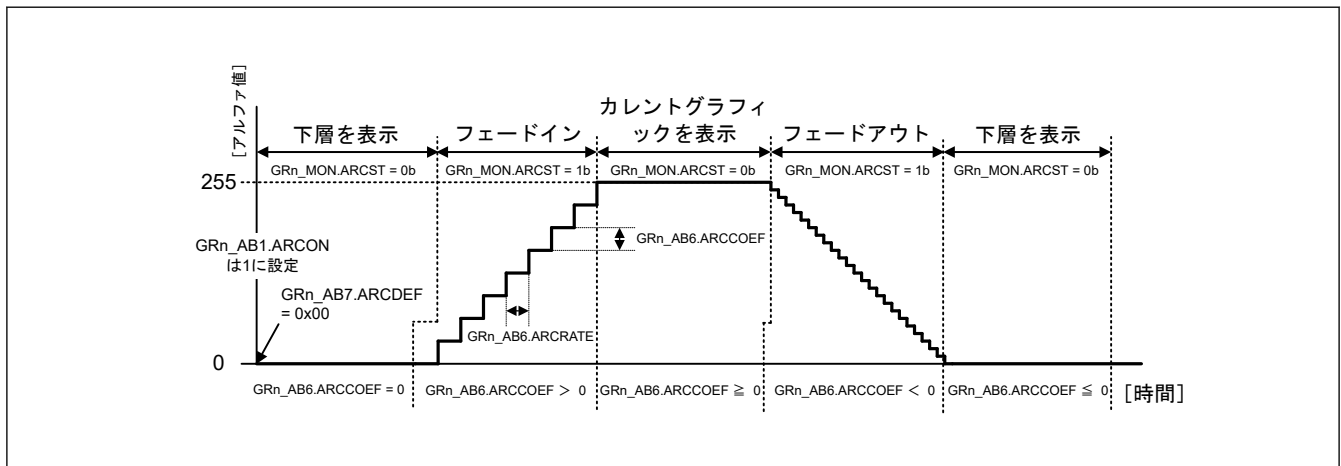

図 49.11 アルファ値の変化
矩形領域におけるアルファブレンドでは、GRn_AB7.ARCDEF[7:0]、GRn_AB6.ARCCOEF[8:0]、および GRn_AB6.ARCRATE[7:0] の設定によってカレントグラフィックのフェードインまたはフェードアウトが行われます。GR_ARC_DEF[7:0] ビットにアルファ値が設定されると、GR_ARC_DEF[7:0] ビットと矩形領域におけるアルファブレンドが有効になります。GR_ARC_RATE[7:0] に設定された回数だけ垂直同期信号 (VS) が立ち上がるごとに、GR_ARC_COEF[8:0] に設定した値がアルファ値に加算、またはアルファ値から減算されます。図 49.11 にアルファ値の変化を示します。
ARCDEF[7:0] ビットは、矩形領域でのアルファブレンドに使用するアルファ値の初期値を指定します。カレントグラフィックのフェードイン/フェードアウト中に、このビットを使用してアルファ値を変更することができます。詳細については、図 49.11 を参照してください。